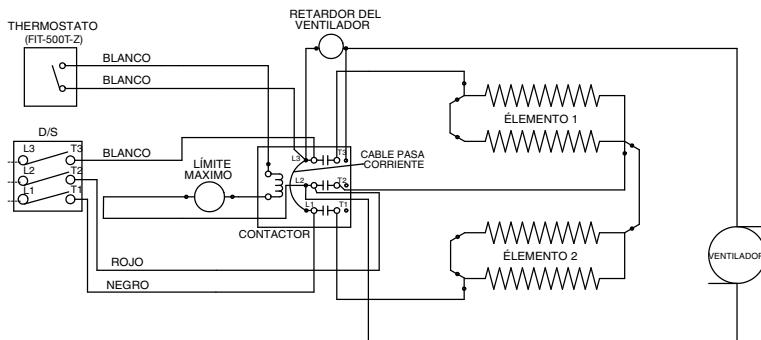

Figura 3
- Conecte los cables rayados del contactor al interruptor de la siguiente forma. El cable negro al T1 y el cable rojo al T2 (y el cable blanco al T3 si es trifásico). Ver el diagrama de cableado. Figura 3.
- Conecte los cables blancos del calentador a los terminales "L2" y "cycle" ("ciclo") en el termostato según se muestra en el esquema eléctrico, Figura 3.